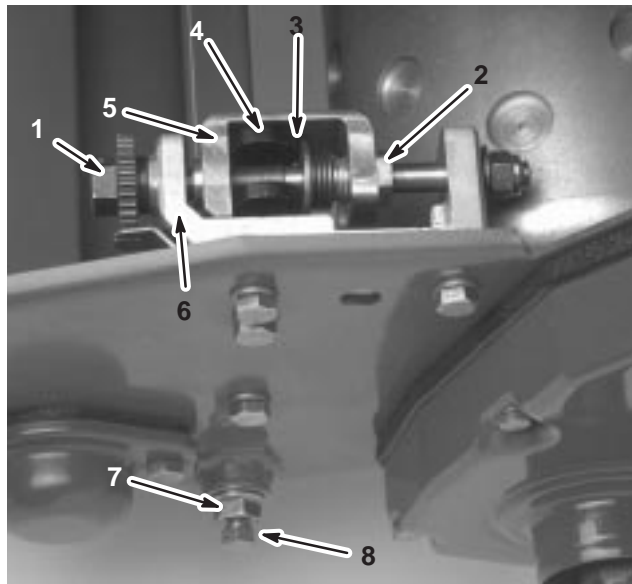

Figure 45
1. Tournez la vis de réglage de la barre d'appui dans le sens anti-horaire jusqu'à ce que le profilé arrive en butée dans le bâti de réglage (Fig. 45).
2. A l'aide d'une clé standard de 7/8 pouce, faites sortir la vis de tension du ressort jusqu'à ce que la rondelle de butée ne soit plus tendue contre la barre d'appui (Fig. 45).
3. De chaque côté de la machine, desserrez l'écrou de blocage qui maintient le boulon de la barre d'appui (Fig. 45).
4. Retirez les boulons de la barre d'appui de façon à pouvoir abaisser la barre et la déposer de la machine. Mettez de côté les 2 rondelles en nylon et les 2 rondelles en acier estampé de chaque côté de la barre d'appui (Fig. 45).